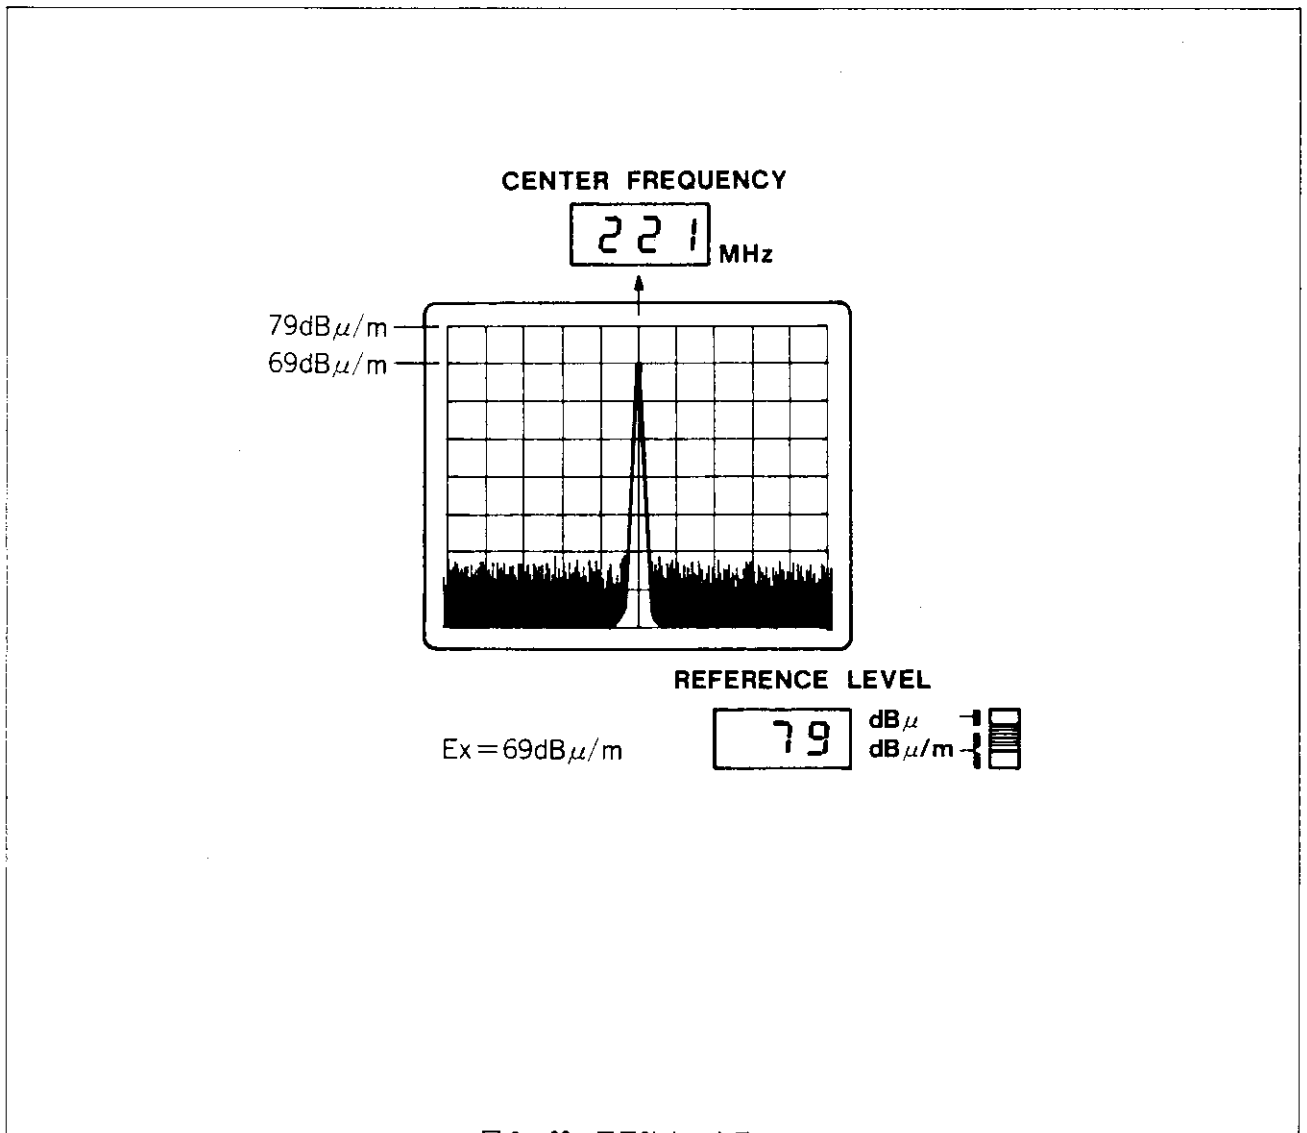

図 2-23 電界強度の表示
5. このとき **REFERENCE LEVEL** の表示は、中心周波数に対するアンテナの補正係数を補正した値が表示されるので、管面から電界強度 ($\text{dB}\mu/\text{m}$) が直読できます [図 2-23]。